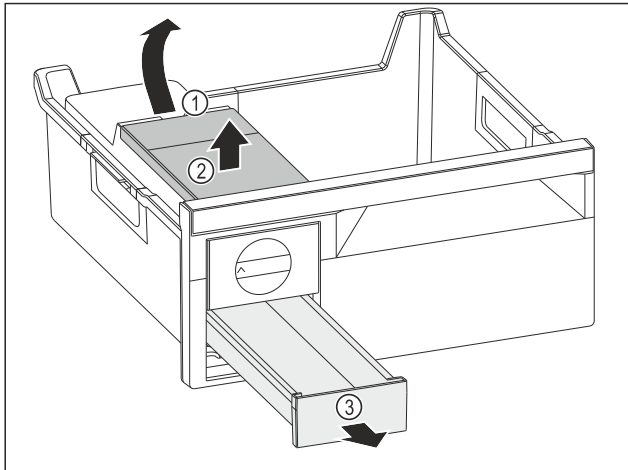

Fig. 77
- ▶ Sacar el depósito de agua: Subir el depósito de agua por la entalladura Fig. 77 (1).
- ▶ Extraer el depósito de agua Fig. 77 (2) por arriba.
- ▶ Extraer el cajón para cubitos de hielo Fig. 77 (3) por delante.